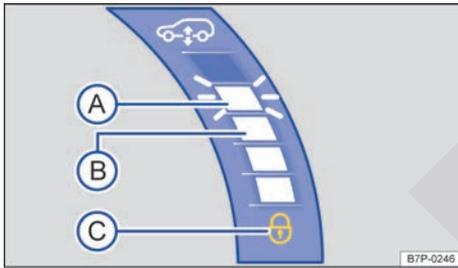
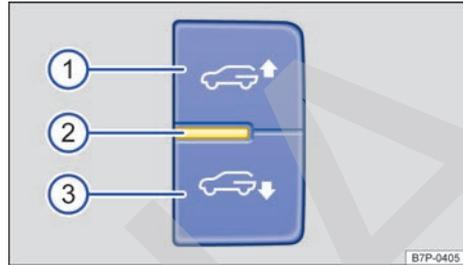

Fig. 139 Detalle del cuadro de instrumentos: ejemplo de la indicación por barras.
Fig. 142 En el lado derecho del maletero: teclas del modo de carga.
Cuanto más alto sea el nivel del vehículo más barras se encenderán en el cuadro de instrumentos → fig. 139.
Cuando el encendido está conectado, en la pantalla del cuadro de instrumentos aparece una representación simbólica debajo de las barras → fig. 139 y se oye una señal acústica. La indicación *parpadea* mientras se pulsa la tecla → fig. 142 ① o ③ y baja o sube la parte trasera del vehículo.
- Cuando el testigo de control → fig. 142 ② está apagado, el modo de carga no está activo o hay una avería en el sistema.